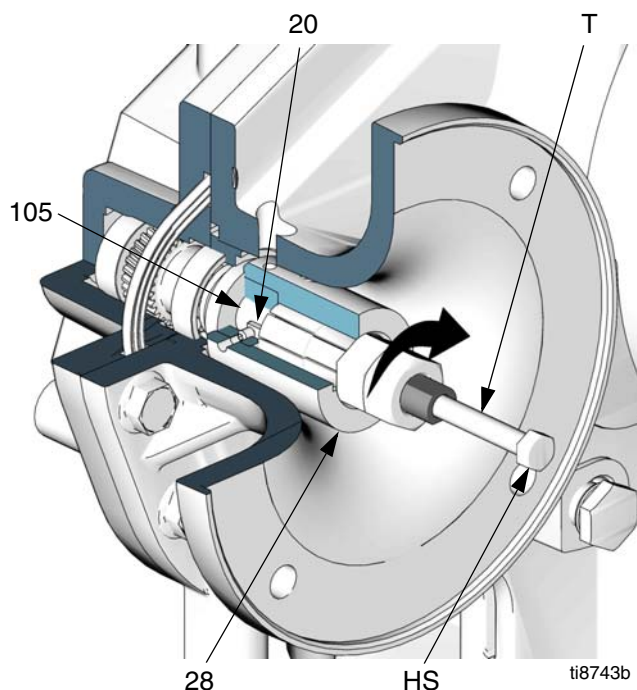

FIG. 22. Borttagning av motorkoppling
4. Se FIG. 22. Lossa båda låsskruvarna (31). Sätt in verktyget för kopplingsborttagning (T) i kopplingen (28). Vrid mutter medsols tills den sitter hårt, dra sedan bort kopplingen från reduktionsväxels ingående axel (105) genom att vrida sexkantskruven (HS) medsols.
ANM: Om kopplingen åtskiljs från motoraxeln men fortfarande sitter fast på den ingående axeln under följande rutin: använd kopplingsborttagningsverktyg 15J827 (T) som visas i FIG. 22.